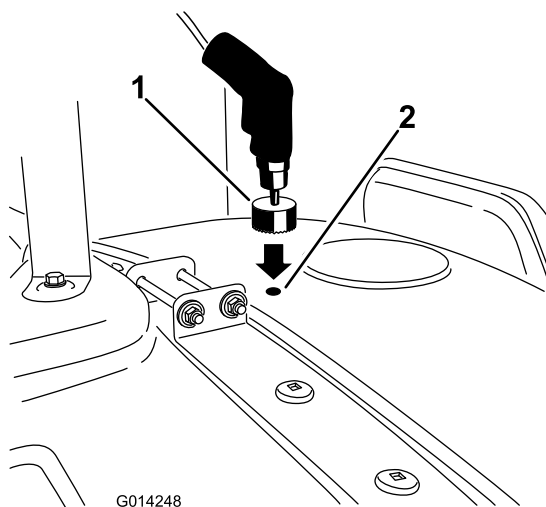

Figura 13
6. Vaya a la marca de perforación situada delante de la tapa del depósito y repita el procedimiento descrito para el otro taladro (Figura 13).